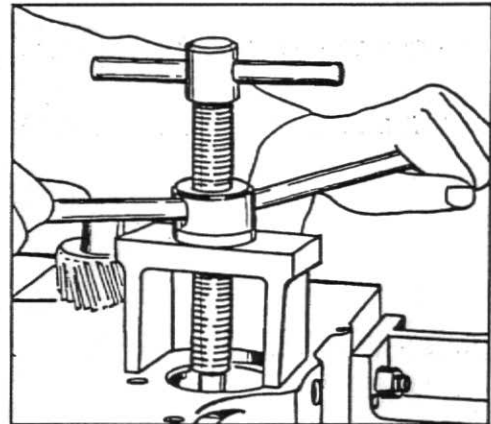

Fig. 3
1. Saque a bucha do comando utilizando a ferramenta nº 81 30 009, fig.3.